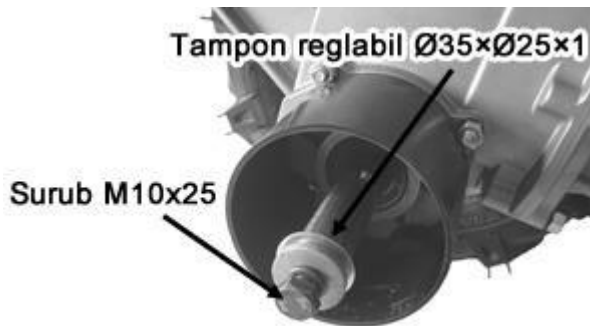

Figura 4
3. Demontați șurubul M10×25 amplasat în partea laterală a axului transmisiei și scoateți tamponul reglabil. Consultați Figura 4.